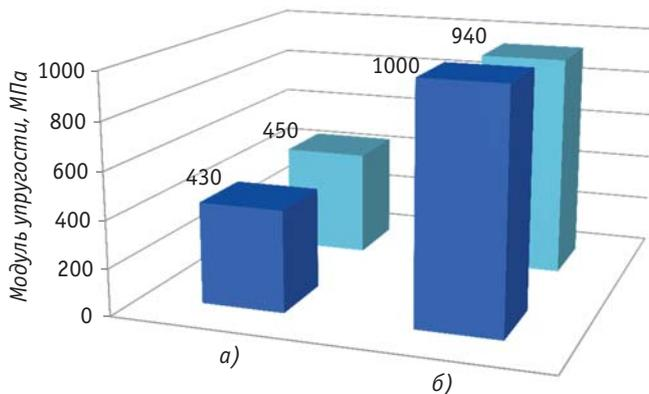
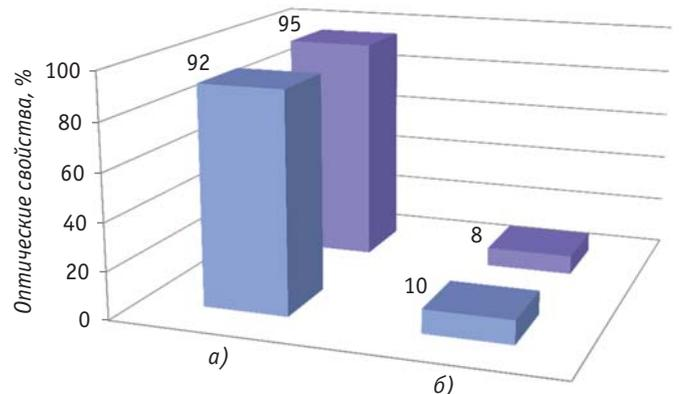
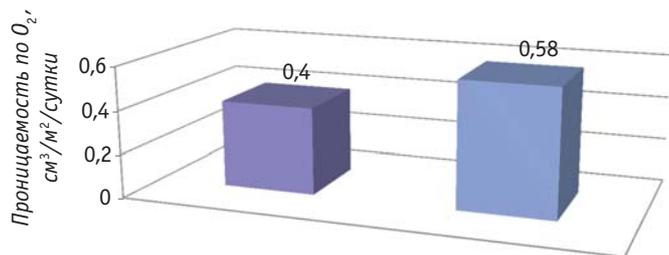

Рис. 2. Модуль упругости нерастянутой (а) и растянутой (б) высокобарьерных 7-слойных пленок толщиной 40 мкм в MD- (■) и TD- (■) направлениях
Рис. 3. Прозрачность (а) и мутность (б) нерастянутой (■) и растянутой (■) высокобарьерных 7-слойных пленок толщиной 40 мкм
Рис. 4. Проницаемость по O₂ нерастянутой (■) и растянутой (■) высокобарьерных 7-слойных пленок толщиной 40 мкм
тянутой, непосредственно экструдированной пленкой толщиной 40 мкм. При сравнении обе пленки обладают одинаковой структурой, т. к. получены при использовании идентичных материалов. На рис. 2 приведен модуль упругости обеих пленок в машинном (TD) и поперечном (MD) направлениях. Можно видеть, что растянутая пленка имеет значительно более высокие показатели как в MD, так и в TD. Растягивание также оказывает положительное влияние на прозрачность пленок (рис. 3). Кроме того, барьерная пленка, растянутая методом MDO, на 30% лучше защищает от проникновения кислорода (рис. 4).